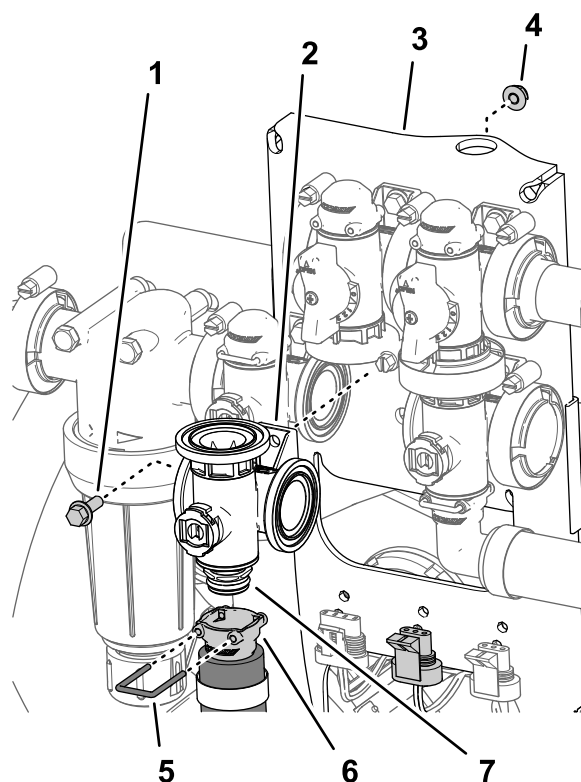

Figura 113
2. Retire o retentor que fixa a tomada de desligação rápida à união de desligação rápida do coletor da válvula de agitação (Figura 113).
3. Retire o parafuso de cabeça flangeada (1/4 pol. x 3/4 pol.) e porca flangeada (1/4 pol.) que prendem a válvula de agitação à montagem da válvula e retire o coletor da válvula da máquina (Figura 113).